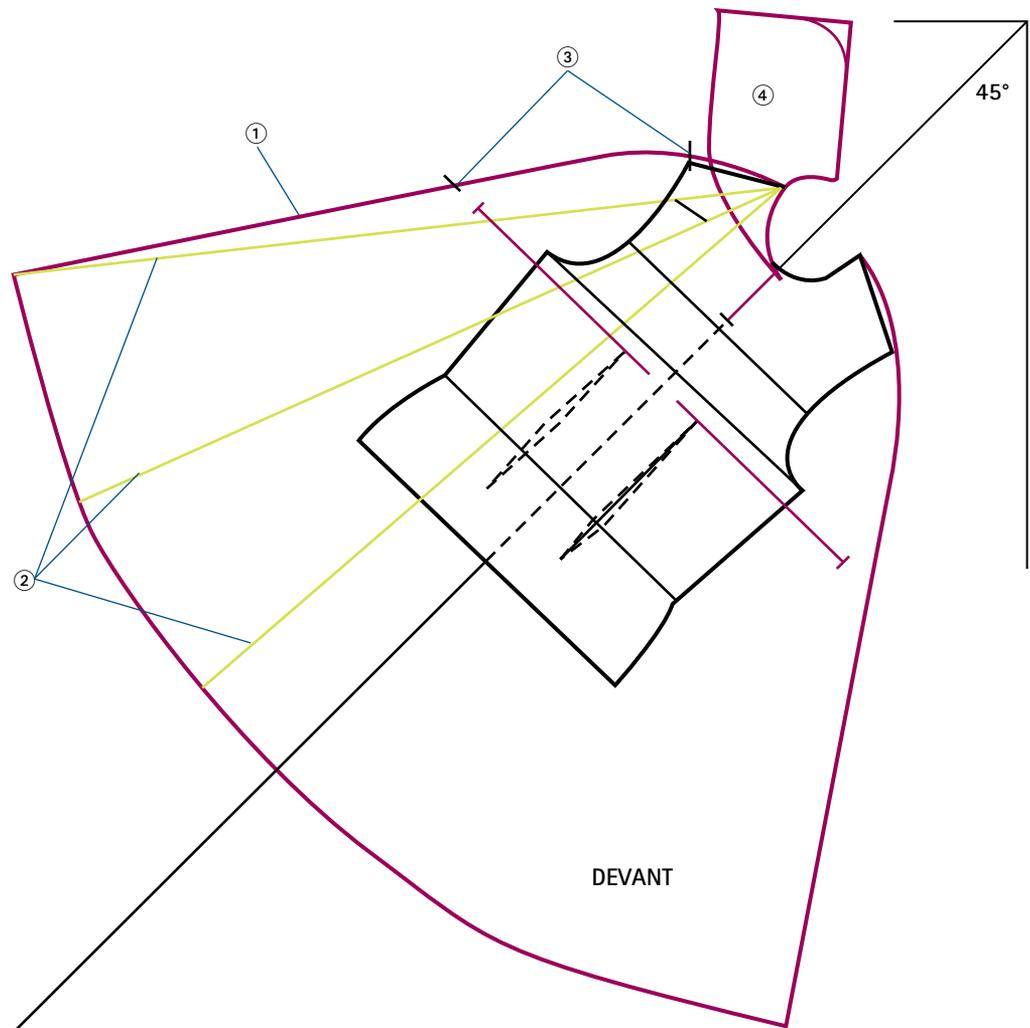

FIG. 1
Pour obtenir un joli tombé du bas de cape, le patron de base doit être placé sur un angle de 45° (fig. 1).
- ① Fixer la largeur et la longueur de cape souhaitées. La largeur de la cape doit être au minimum de la longueur de la ligne de poitrine prolongée.
- ② Ajuster la longueur de la cape en mesurant au mètre ruban la même longueur sur plusieurs droites partant du point sur l'épaule à la base du cou (fig. 1, en vert).